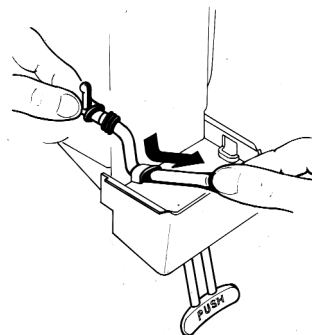

figura 13
- 2 - Inserire il gommino rubinetto nella sede orizzontale sul fondo del contenitore bevanda (vedere figura 13).